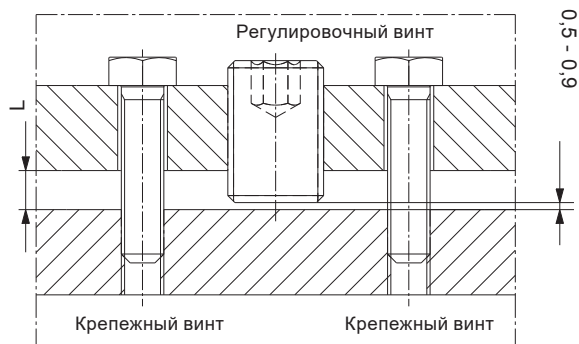

Рис. 18 Регулировка зазора рабочего колеса
3. Ослабить регулировочные винты и отодвинуть всасывающий патрубок на расстояние 0,5 - 0,9 мм с помощью шести крепежных винтов (поворотом около 270° крепежного винта M12) и расстояния «L» в качестве опорной величины. См. рис. 18.